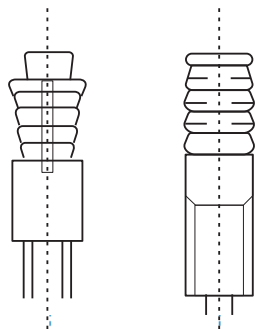

Fig. 3.2
- Déterminez l'emplacement sur le plafond de la pièce ou du bâtiment pour le montage et percez quatre trous de $\Phi 12$ mm x 50-55 mm. Ensuite, encastrez et placez les ancrages à crochet d'expansion (accessoire acheté 2) dans ces trous. (Voir figure 3.2).
- Déterminez l'emplacement sur le plafond de la pièce ou du bâtiment pour le montage et percez quatre trous de $\Phi 12$ mm x 50-55 mm. Ensuite, encastrez et placez les ancrages à crochet d'expansion (accessoire acheté 2) dans ces trous. Voir figure 3.2).